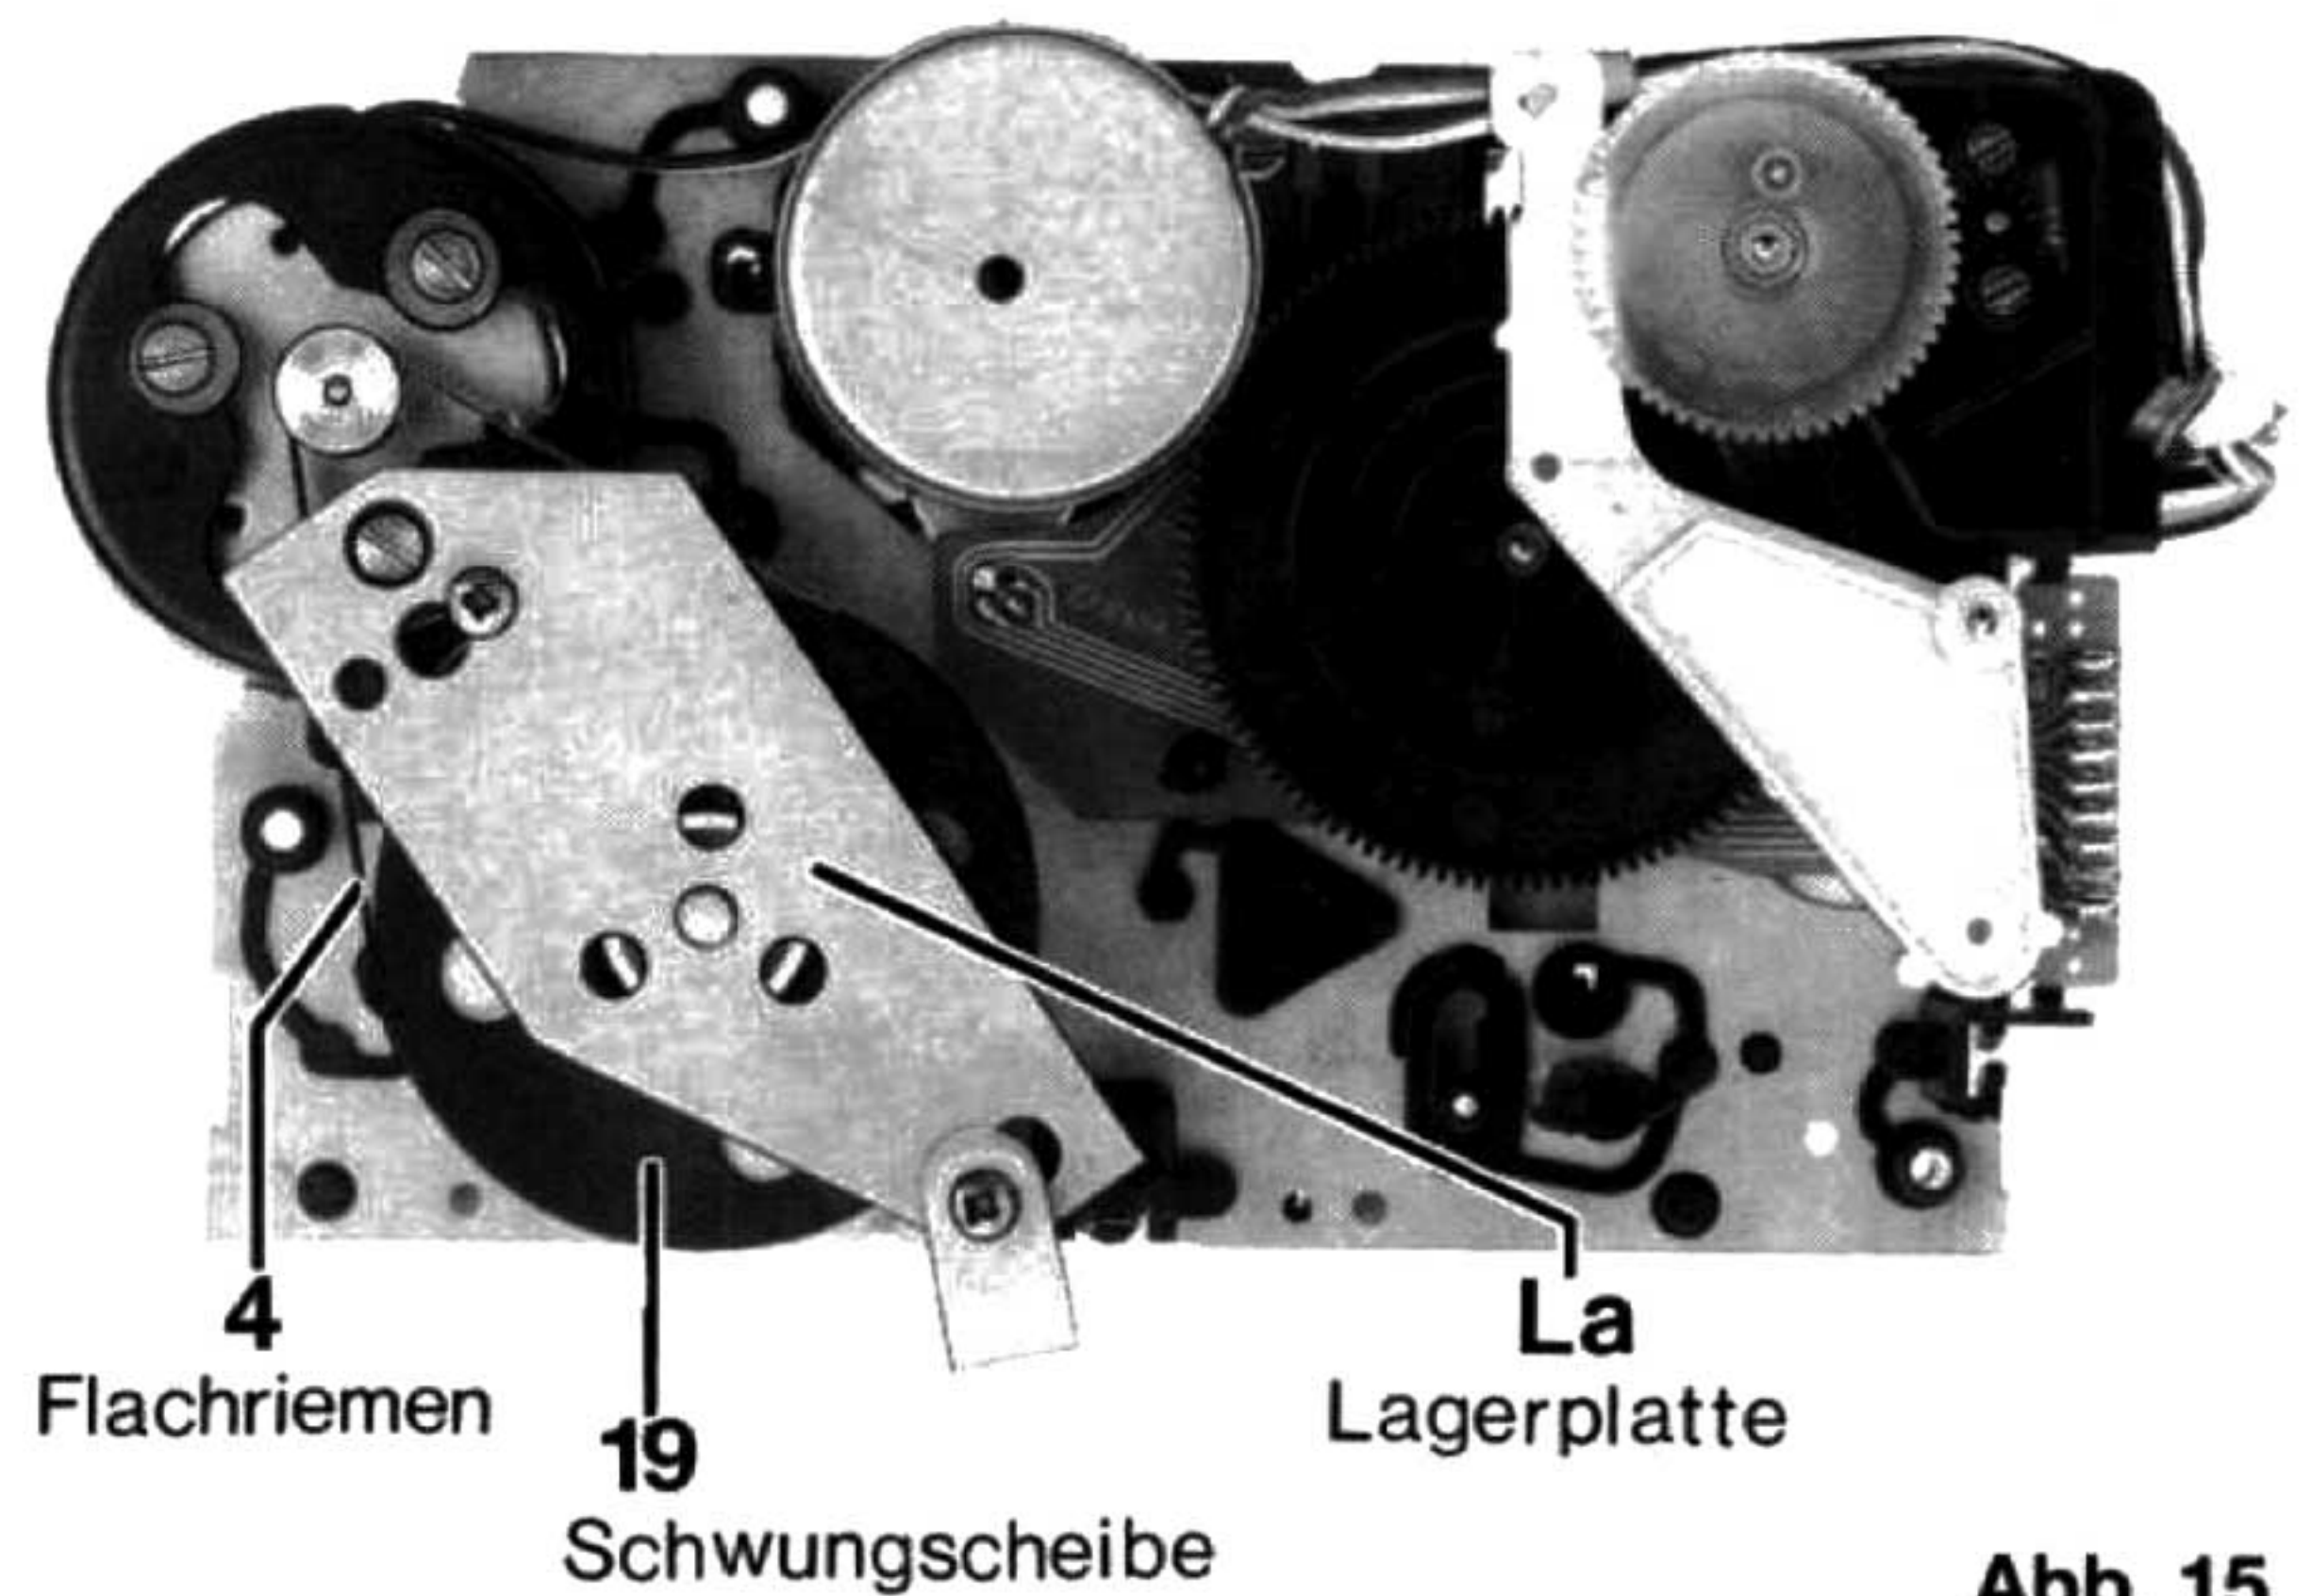

Abb. 15
17. Schwungscheiben-Antriebsriemen erneuern (Flachriemen) (Abb. 15)
- Lagerplatte **La** abnehmen (Abb. 15)